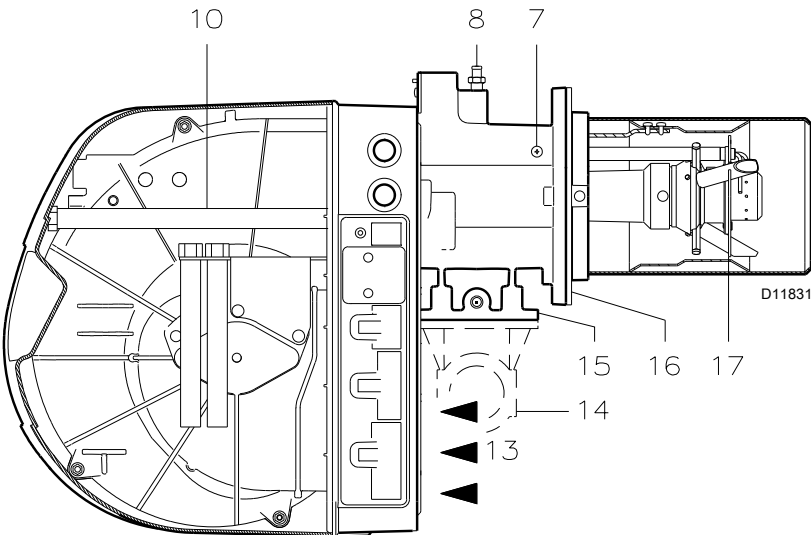

图 4
- (1) 参考条件 : 环境温度 20°C - 燃气温度 15°C - 大气压力 1013 mbar - 海拔 0 m a.s.l.
(2) 测试点处的燃气压力 16)(图 4) 为炉膛压力为零且燃烧器处于最大出力运行时的压力。
(3) 噪音测试在制造商燃烧实验室内进行, 燃烧器在测试锅炉上以最大出力运行。